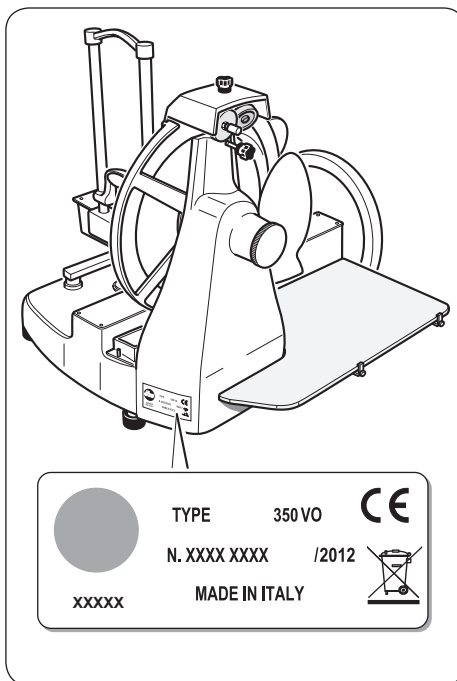

Fig.1 - Targa dati
- La targa dati è posizionata sul basamento dell'affettatrice come illustrato in fig.1.